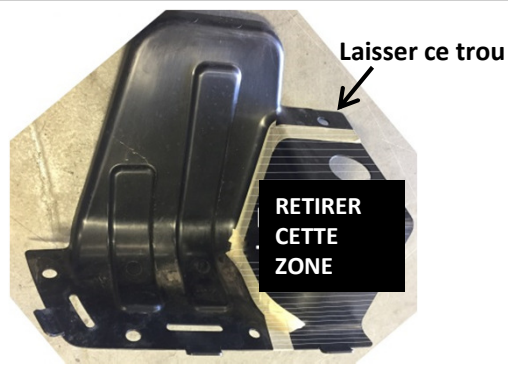

Figure 1
- 1. Abaisser le silencieux** – Abaisser le silencieux en enlevant trois (3) supports d'isolateur en caoutchouc des tiges de support. (S'assurer de supporter l'échappement pour prévenir les dommages.) La vaporisation d'un lubrifiant ou d'eau savonneuse sur la tige du support métallique et l'isolateur en caoutchouc facilite l'enlèvement.
- 3. Découper le panneau de soubassement côté conducteur** – À l'aide d'un couteau utilitaire ou d'un autre outils de découpage approprié, découper le panneau de soubassement côté conducteur comme illustré à la **Figure 1**, s'assurer de laisser le trou de boulon le plus à l'avant sur la partie supérieure pour la réinstallation.
**Découper le panneau de soubassement côté conducteur** – À l'aide d'un couteau utilitaire ou d'un autre outils de découpage approprié, découper le panneau de soubassement côté conducteur comme illustré à la **Figure 1**, s'assurer de laisser le trou de boulon le plus à l'avant sur la partie supérieure pour la réinstallation.